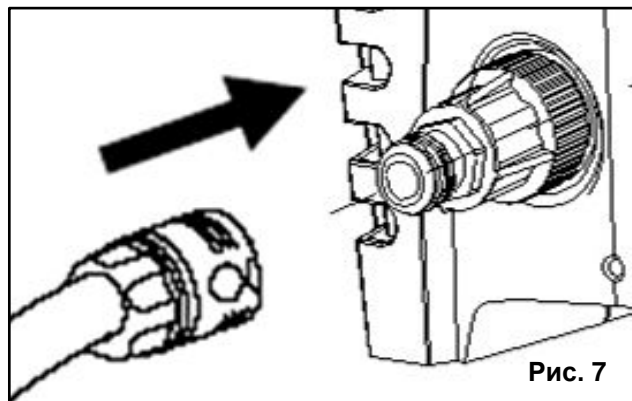

Рис. 7
- Находящуюся в комплекте соединительный фитинг (муфту) с фильтром подсоедините к аппарату. (См. Рис.7)